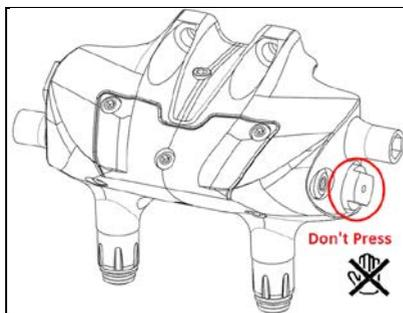

Figura J-1 No presionar el cilindro
- No presione la sección del cilindro marcada con un círculo antes de completar el ensamblado del freno. Si se presiona el cilindro antes del ensamblado, se pueden producir características de frenado inesperadas. **(Figura J-1)**